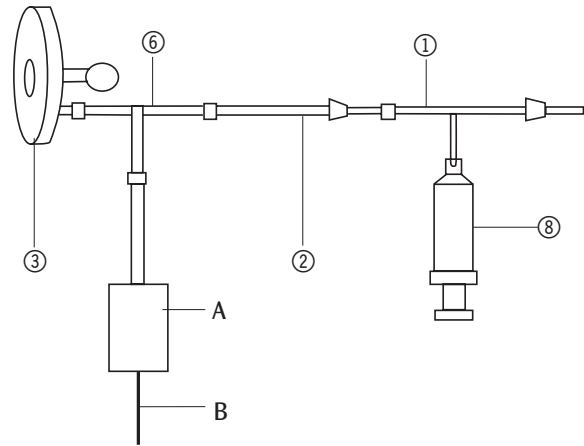

Fig. 2
- Raccorder les tuyaux comme le montre la figure 2.